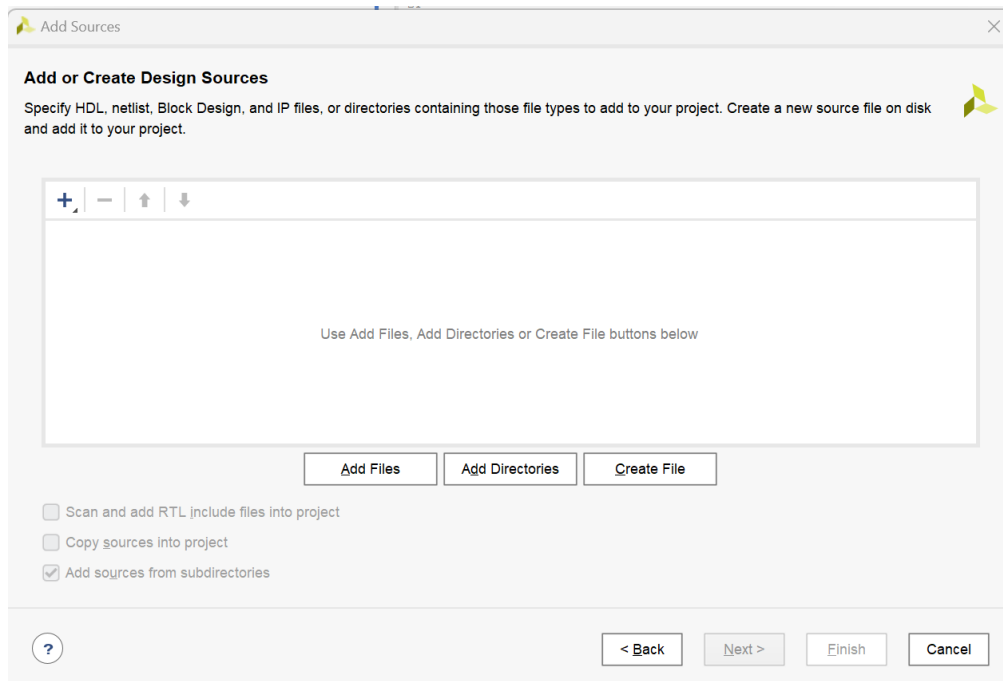
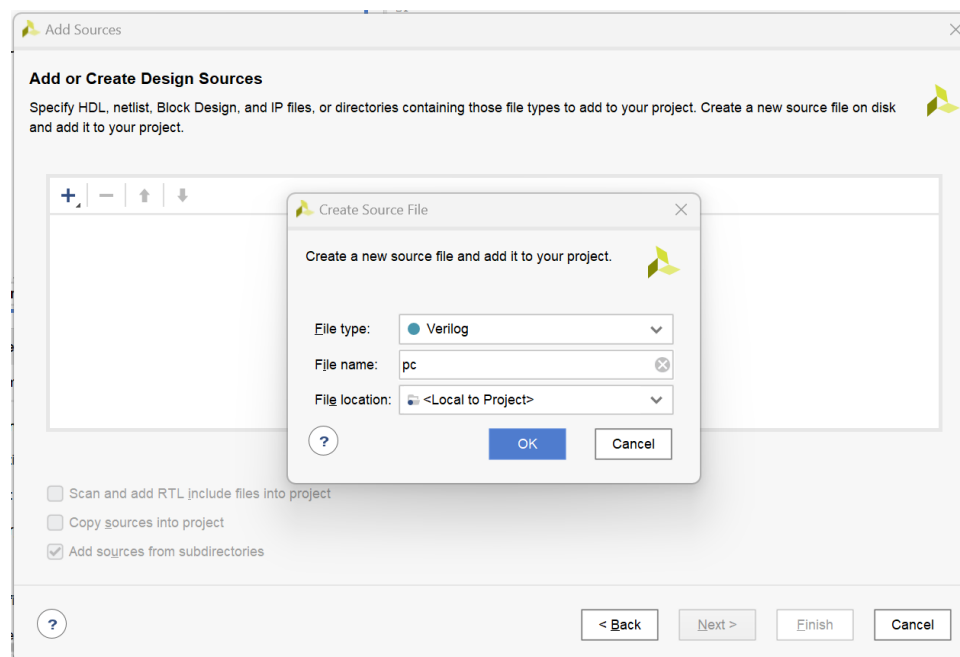

图 4.4.3 Create file
图 4.4.4 创建 pc 源文件
(2) 选择“Create File”（图 4.4.3），file name 命名为“pc”并选择“OK”（图 4.4.4）。然后选择 Finish，创建文件结束。